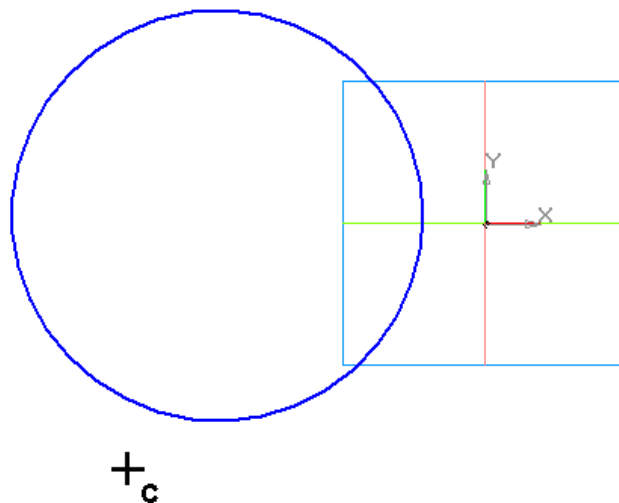

Рис. 2.19. Эскиз Окружность.
2.7. Установите радиус окружности около 40 мм и щелкните левой кнопкой или нажмите **Enter**. Окружность построена (рис. 2.19).